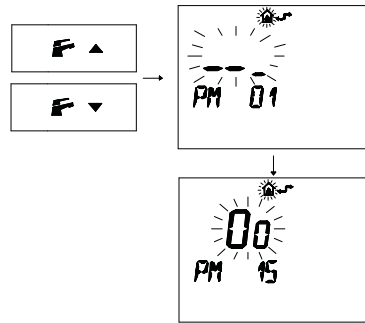

Fig. 5.39
- Apriete los botones **F** y **F** para visualizar la programación **"PM 15"** habilitación de la sonda externa (Fig. 5.39).